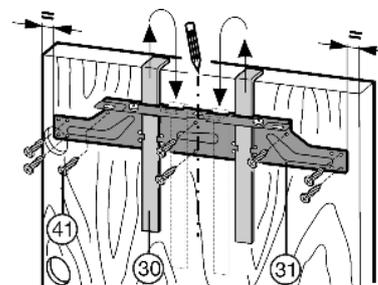

Fig. 21
- ▶ Открутите крепежную поперечину Fig. 21 (31) с помощью контргайки Fig. 21 (32).
- ▶ Навесьте крепежную поперечину Fig. 21 (31) с монтажными вспомогательными элементами Fig. 21 (30) на внутреннюю сторону мебельной дверцы.
- ▶ Выравнивание крепежной поперечины Fig. 21 (31) по центру: начертите короткую центральную линию на мебельной дверце, совместите с ней острие стрелки поперечины.
- ▶ Прикрутите крепежную поперечину Fig. 21 (31) по меньшей мере 6 винтами Fig. 21 (41).
- ▶ Прикрутите крепежную поперечину Fig. 21 (31) 4 винтами Fig. 21 (41) по краю.
- ▶ Вытяните вверх монтажные приспособления Fig. 21 (30) и, развернув, вставьте их в расположенные рядом приемные отверстия.